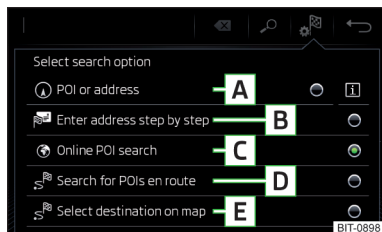

Fig. 169
Superficies funcionales » fig. 169
- Luego pulsar la superficie funcional de un punto del menú para la búsqueda del destino **A**, **C** o **D** » fig. 169 de la pág. 150.
- Luego pulsar la superficie funcional → **E** » fig. 169 de la pág. 150.